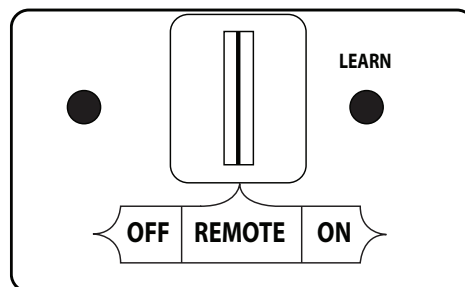

Fig. 26-2 Détail récepteur de télécommande (REMOTE)
1. Assurer la veilleuse est allumée. Ensuite, localisez le commutateur à 3 positions sur le récepteur de la télécommande (voir Fig. 26-2), Et faites glisser le commutateur sur la position **REMOTE**.